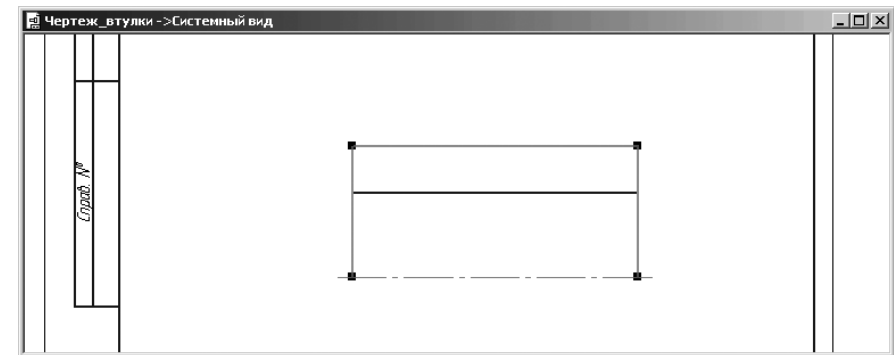

Рис. 4.68. Результат выделения ломаной
- щелкните по ломаной для ее выделения. Она выделится зеленым цветом и появятся характерные точки ломаной (рис. 4.68);